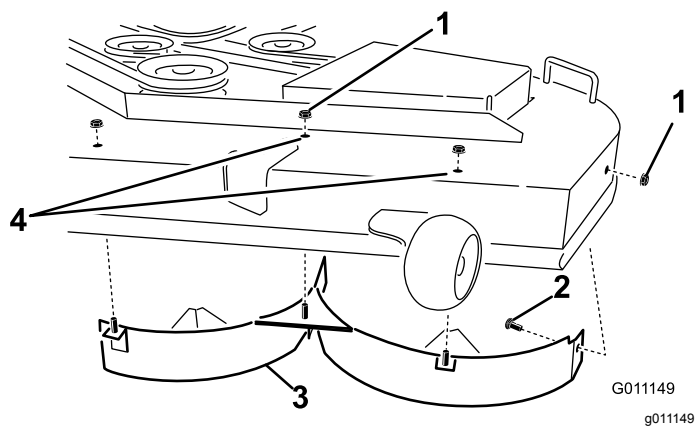

Figura 16
4. Remova as três porcas de bloqueio (5/16 pol.) presas aos postes soldados do abafador esquerdo, na parte superior da plataforma do cortador, nas posições central e esquerda (Figura 16).
5. Remova o parafuso de carroçaria e porca de bloqueio na parede lateral da plataforma do cortador que prende o abafador esquerdo à plataforma (Figura 16).
6. Retire o abafador esquerdo da plataforma do cortador (Figura 16).
7. Localize os 2 parafusos nas peças soltas e utilize as porcas de bloqueio existentes e instale as fixações nos orifícios mostrados na Figura 16 no cortador para evitar que os detritos saiam.